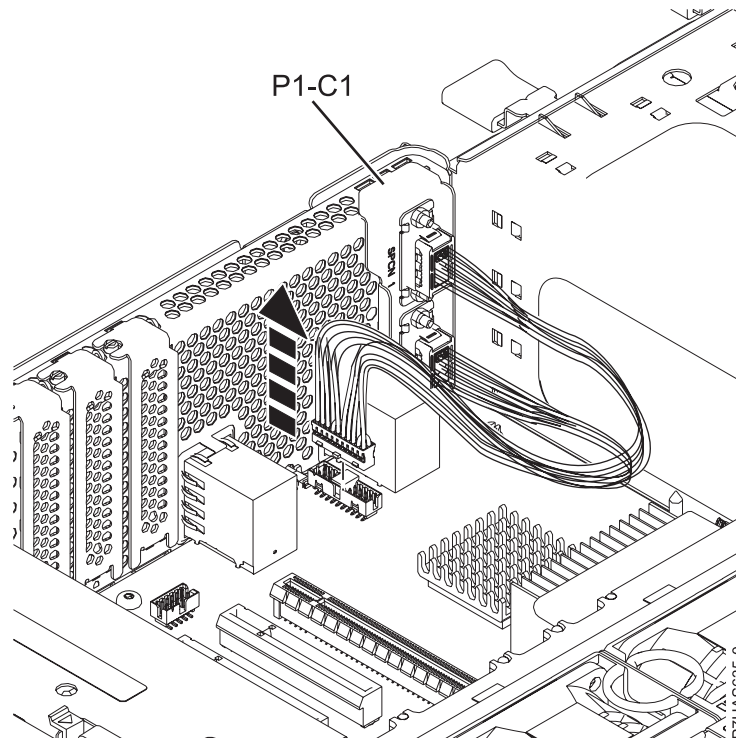

図 9. SPCN ケーブル・アセンブリーの取り外し
- a. 図 9 に示すように、システム・バックプレーンから SPCN テール・ストック・ケーブルを切り離します。